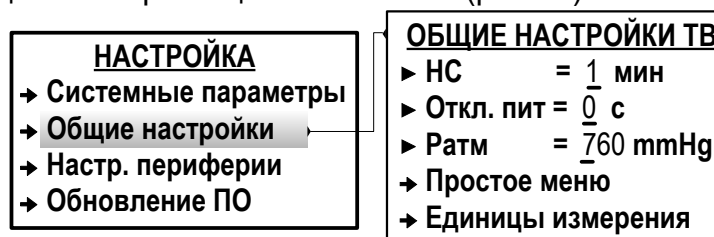

Рис.33. Вид меню для настройки ОТ0 (режим СЕРВИС).
7.7.2.8. В тепловычислителе предусмотрена возможность настройки времени запаздывания фиксации отказа **ОТ0** (рис.33).
7.7.3.3. Возможна настройка времени запаздывания фиксации **НС**. В меню **Настройка / Общие настройки** (рис.33) параметру **НС** может быть установлено значение в интервале от 1 до 60 мин.